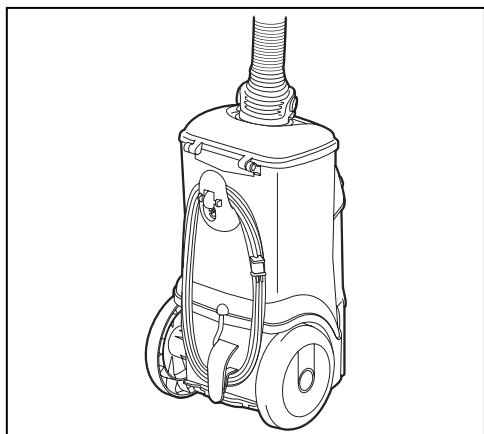

Fig.5
**Étape 5:** Enroulez le cordon autour des crochets à cordon sur la partie inférieure du traîneau et pincez la fiche sur le cordon (Fig. 5).